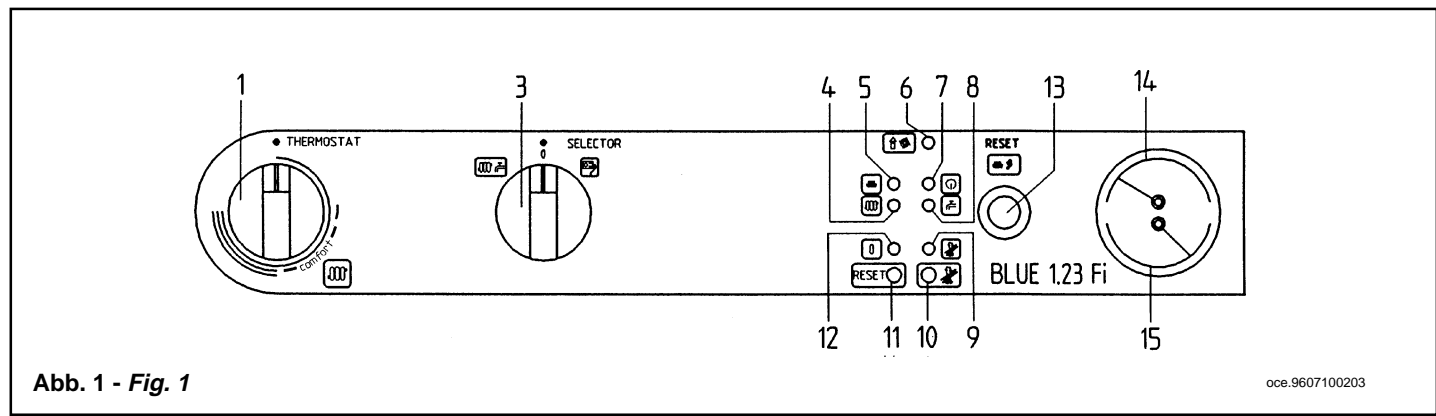

Abb. 1 - Fig. 1
Wichtig: Um eine Fernsteuerung zu betreiben ist es nötig, daß sich der Wählschalter (3) in Abb. 1 in der Position (☀️) befindet. In diesem Fall wird die Kontrollleuchte des Heizkessels (7 in Abb. 1) blinken. Die Vorrichtung zur Temperaturregelung (1 in Abb. 1) ist in diesem Fall nicht betriebsbereit.